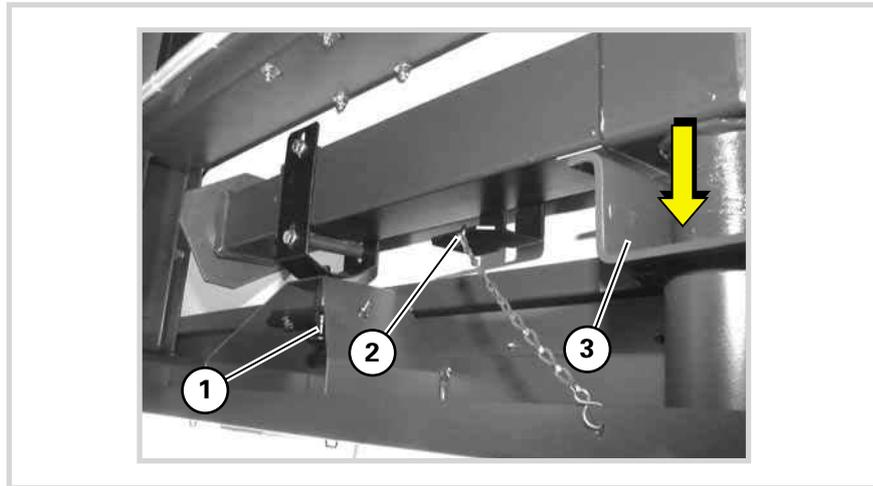

Bild 35 Schwerlaststütze in Transportposition
- Schwerlaststütze bis zum Anschlag zum Bediener hin ziehen (Pfeilrichtung Bild 35), so dass die Schwerlaststütze in der Halterung (35/3) sitzt.